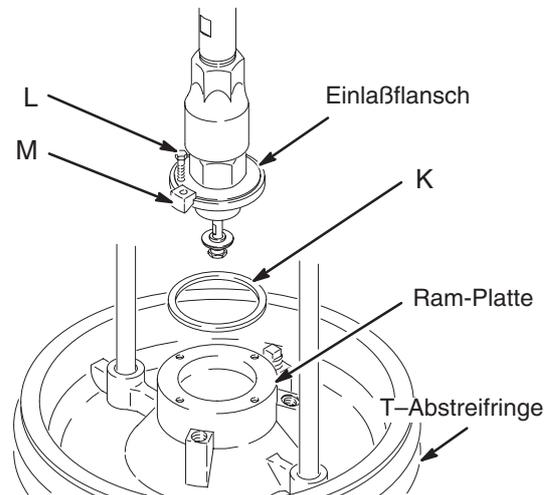

Abb. 2
1. Die Dichtung (K) aus dem Montagesatz 222776 auf die Ram-Platte geben. Siehe Abb. 2. Die Pumpe auf Dichtung und Platte absenken. Den Einlaßflansch der Pumpe mit den im Montagesatz (verwendet bei den Pumpen CM2100, DF2400 und DF1800) enthaltenen Schrauben (L) und Ösen (M) an der Platte befestigen.
2. Die Montagewinkel (57) unter das Luftmotorgehäuse geben. Siehe Typische Installation auf Seite 9. Den Motor mit den Schrauben (27) und Scheiben (26) an den Montagewinkeln befestigen.
Siehe Typische Installation (Abb. 4) und Abb. 2. Die folgenden Komponenten sind im Modul enthalten: